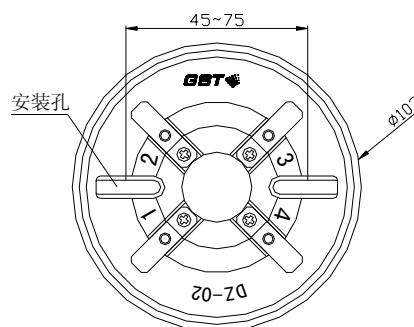

图 4 底座示意图
3. 探测器底座示意图如图 4 所示。将控制器信号总线从预埋盒进线孔和底座的进线孔中穿入，并将底座固定在预埋盒上。